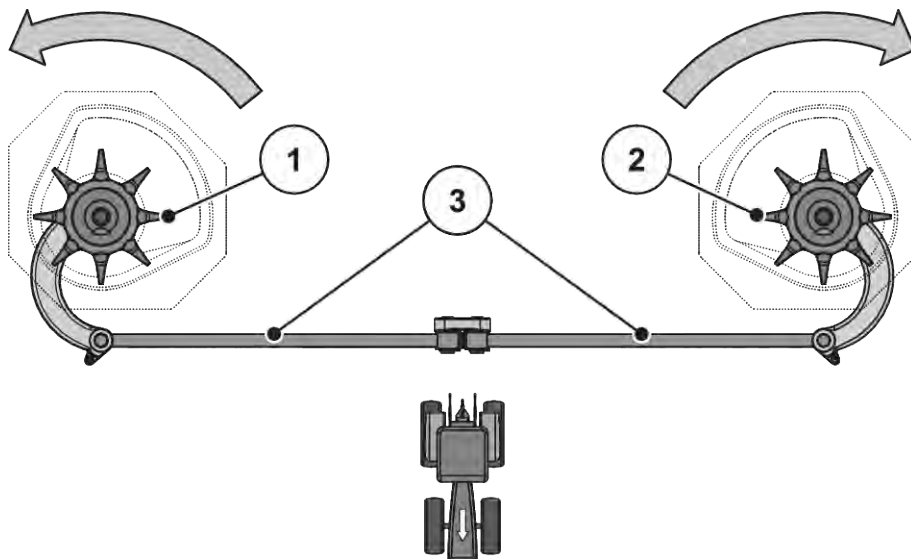

Рис. 54: Перевірка привода мішалки
► Прокрутіть змішувальну головку рукою **в напрямку руху розкидального диска**. Див.. Рис. 54 Перевірка привода мішалки.
► Із силою прокрутіть змішувальну головку рукою або за допомогою ремінного ключа для масляного фільтра **проти напрямку руху розкидального диска**. Див. Рис. 54 Перевірка привода мішалки